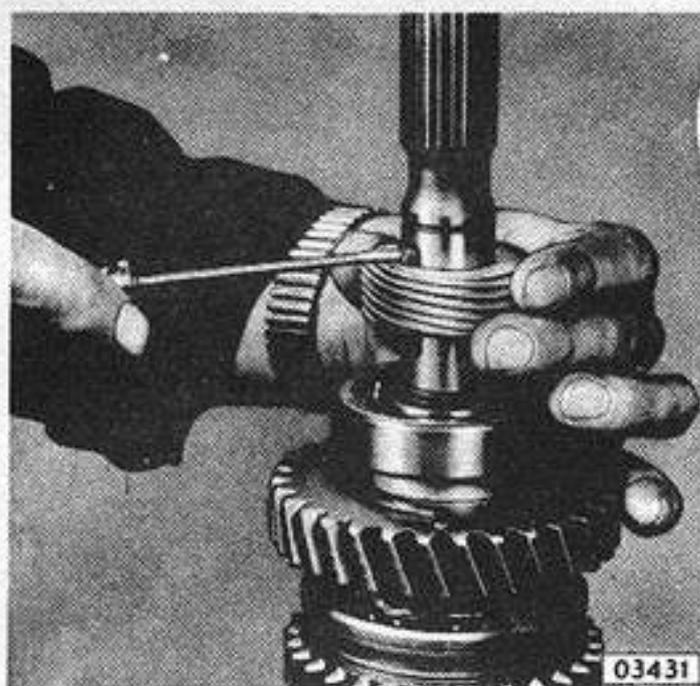

Fig. 14 - Extracción del engranaje conductor del velocímetro
2. Con un destornillador, empujar hacia abajo la grampa de retención del engranaje conductor del velocímetro (Fig. 14).